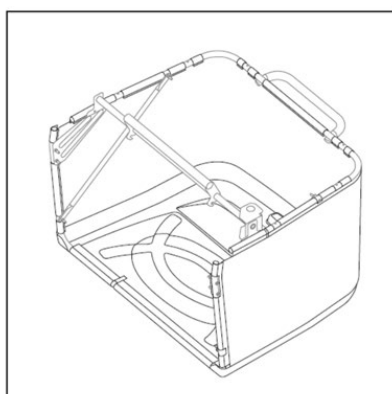

Fig.7K
2. Posizionare il gruppo staffa nel sacco di raccolta dell'erba (Fig. 7K).